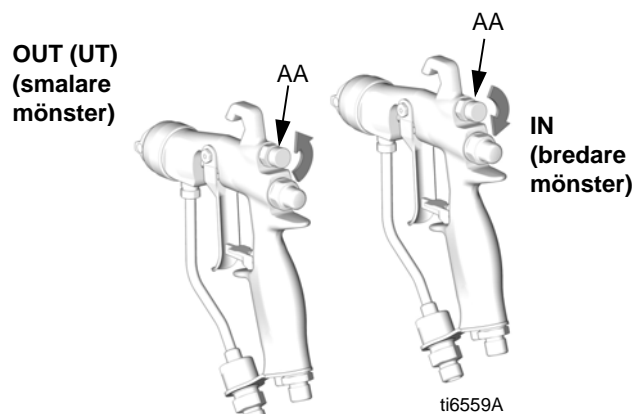

FIG. 4. Mönsterluftvred
1. Se FIG. 4. Stäng av mönsterjusteringsluften genom att vrida ratten (AA) medsols (inåt) så långt det går. Detta ställer in pistolen till dess bredaste mönster.
3. Se FIG. 4. För ett smalare mönster vrider du mönsterjusteringsventilratten (AA) motsols (utåt). Om mönstret fortfarande inte är tillräckligt smalt ökar du lufttrycket till pistolen något, eller använder ett munstycke i annan storlek.